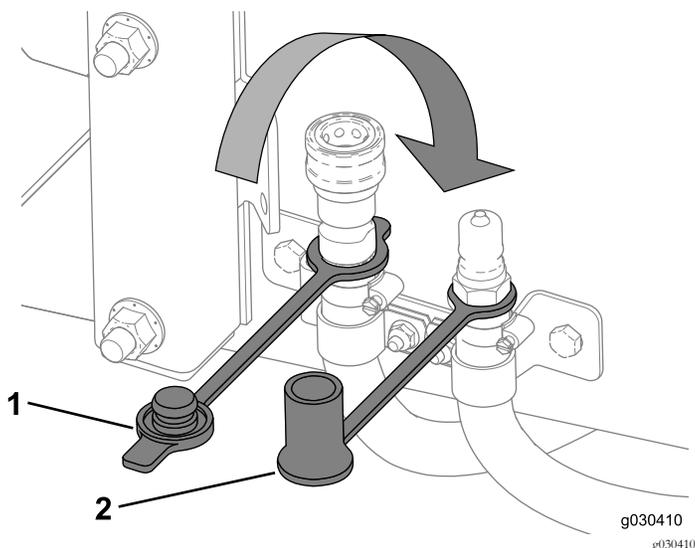

Figura 64
3. Tape las mangueras del calentador con los tapones guardapolvo (Figura 64).